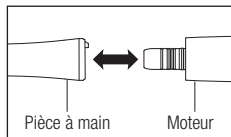

Fig. 1
- 1) Insérez la pièce à main directement sur le moteur (Fig. 1). Lors de la connexion d'une pièce à main optique, vissez la pièce à main jusqu'à ce qu'il survienne un déclic, indiquant que la pièce est verrouillée en position.